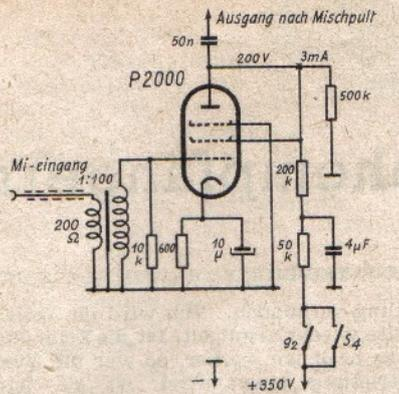

Abb. 6. Schaltplan für den Mikrofonverstärker
3. Der Mikrofonverstärker (Schaltung; Abb. 6). Eine Pentode, jedoch als Triode geschaltet, dient zur einstufigen Vorverstärkung, Eingang 200 Ohm. Die Röhre ist ständig geheizt, während die Anodenspannung erst bei Bedarf fern- oder direkteingeschaltet wird (G_2 , S_4). Der MV ist beim Hauptverstärker untergebracht (Abb. 10).